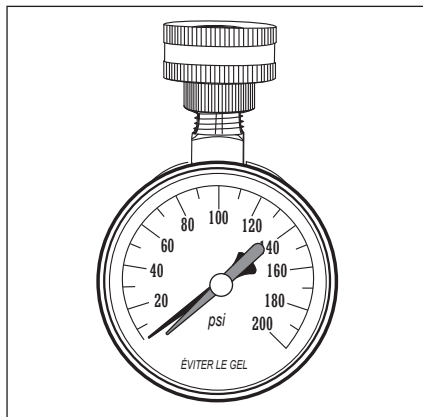

Figure 5 - Utiliser un manomètre à eau pour s'assurer que la pression d'eau du domicile n'est pas trop élevée.
- Manomètre à eau (Figure 5 à la page 7)
Il est conseillé de vérifier la pression d'eau du domicile à l'aide d'un manomètre (Figure 5). La majorité des réglementations prévoient une pression d'arrivée d'eau maximale de 551 kPa (80 psi). Nous conseillons une pression de service ne dépassant pas 345 à 414 kPa (50 à 60 psi).